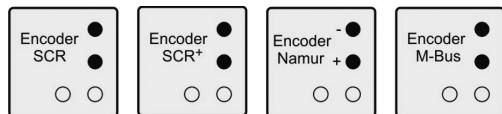

Bild 10: Aufkleber Encoder
- Verwenden Sie zum Anschluss nur ein abgeschirmtes Kabel (DIN EN 60079-14) und achten Sie auf die richtige Pin-Belegung (siehe Aufkleber neben dem Deckel der Klemmbox), Bild 10.